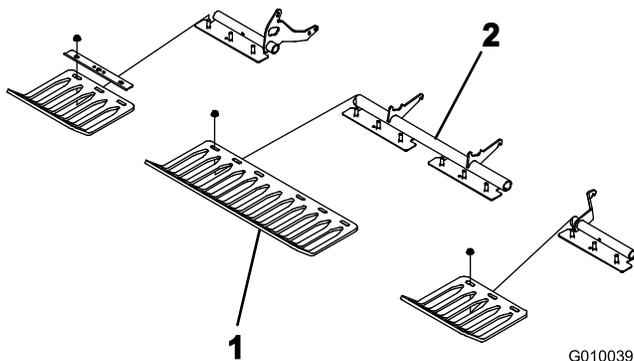

**Figura 22**
2. Su ciascun braccio delle fustelle montate un portafustelle usando 3 bulloni (1/2 x 1-1/4 poll.) (Figura 22). Serrare i bulloni a 101,6 Nm.